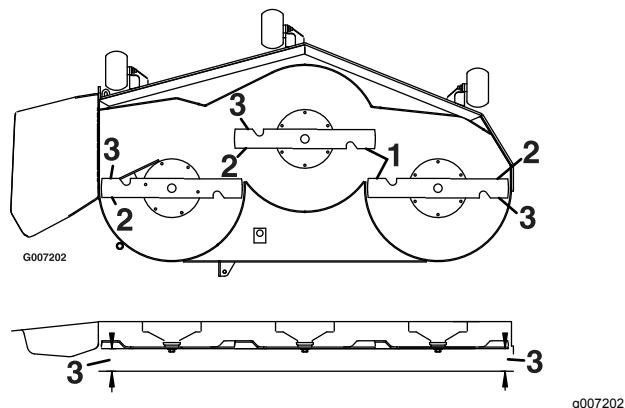

図 75
7. 刃先と平らな床面との間の距離を測定する 図 75。2ヶ所の測定値の差が 5 mm 以内でない場合には、調整が必要であるから、以下の作業を行う。
13. 注意深くブレードを回転させて、左右方向に向ける 図 75。